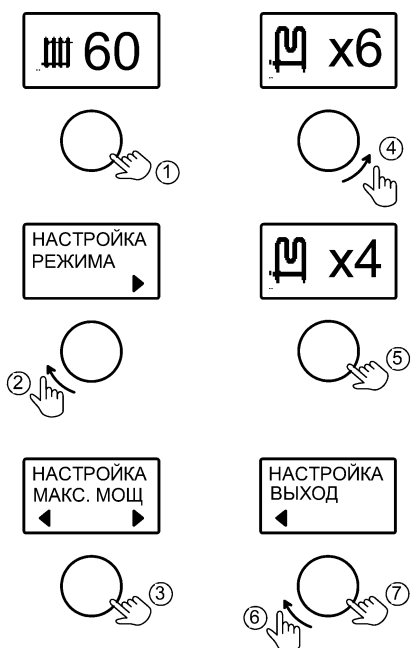

Рисунок 8. Настройка мощности котла
10.2 Во вкладке «МАКС. МОЩНОСТЬ» - имеется возможность ограничения значения максимальной мощности котла (см. рис. 8). При этом изменяется максимальное количество включаемых в работу ТЭНов.